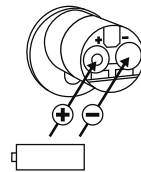

Abb. 141
- 3 Legen Sie zwei neue Batterien ein. Achten Sie dabei auf die korrekte Polung gemäß der Zeichnung (Abb. 141).